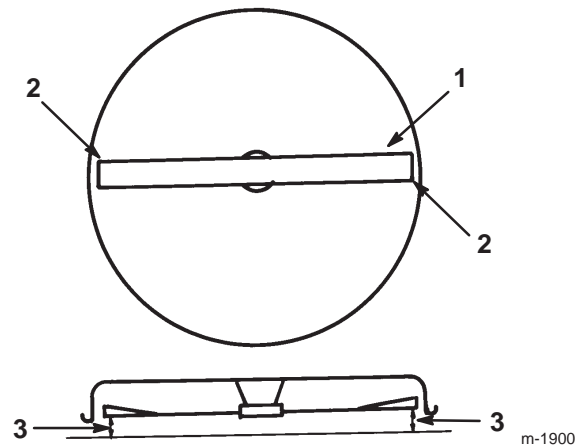

Bild 42
9. Drehen Sie die Schnittmesser vorsichtig von einer Seite zur anderen (Bild 42).
10. Messen Sie den Abstand zwischen den äußeren Schnittkanten und der ebenen Oberfläche (Bild 42). Wenn beide Messwerte nicht innerhalb von 5 mm liegen, ist eine Einstellung erforderlich. Siehe Schritte 11 bis 14.